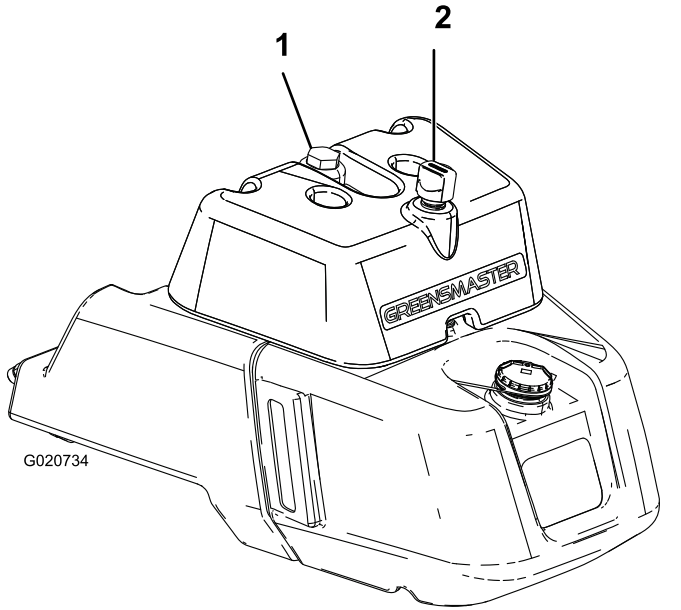

Figure 35
- Si le réservoir comporte un regard, contrôlez le niveau d'huile par le regard (Figure 35), puis passez à l'opération 5.